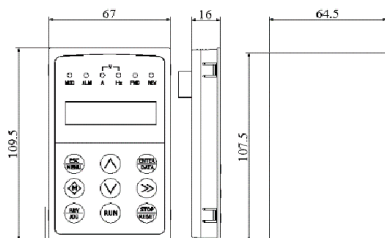

Рис. 2-7 Внешние габариты.
1. Пульт управления EN-LCD2 не требует держателя пульта. Установочные размеры пульта см. на рис.2-7.